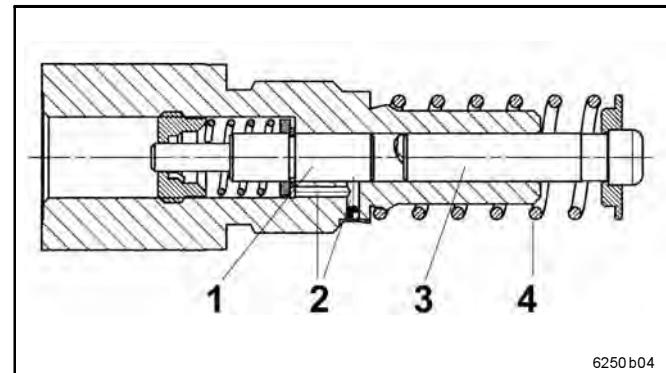

Fig. 2-5 Coupe d'un élément de pompe B7
- L'élément de pompe B7 est conçu pour être utilisé dans un environnement souillé, du fait que le lubrifiant refoulé passe devant le clapet anti-retour 1 (fig. 2-5) par l'intermédiaire d'un alésage à by-pass 2.